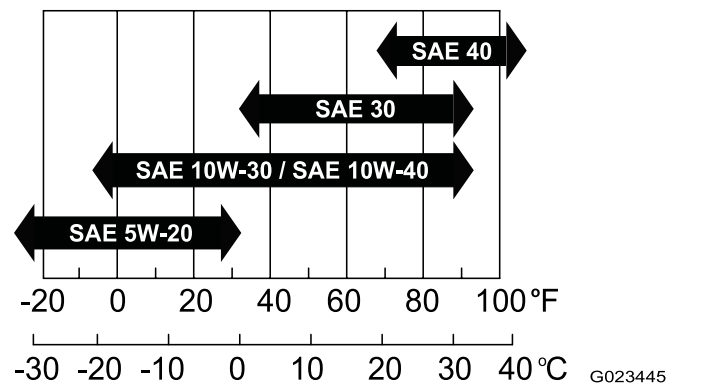

図 37
- 粘度 SAE 30 他の粘度のオイルを使用する場合には、以下の表を参照のこと 図 37